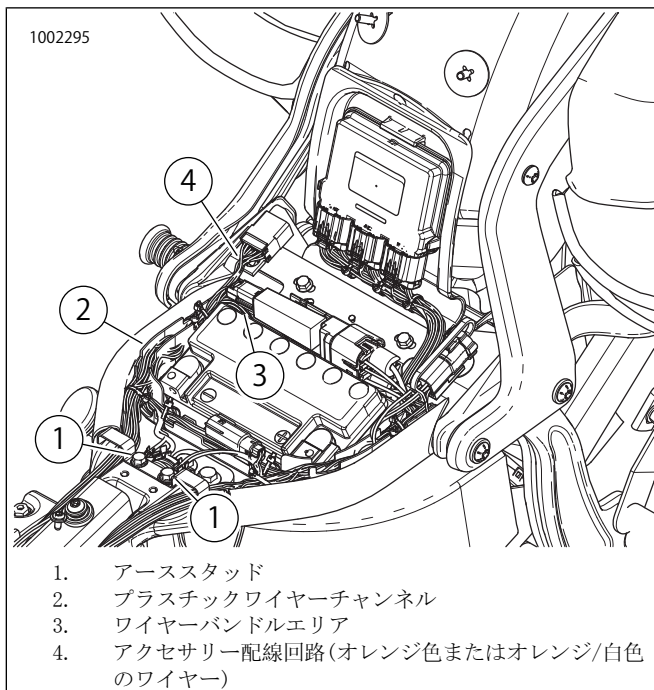

図4. 電気接続の位置
4. 図4を参照してください。シート下にあるアーススタッド(1)にリングターミナルを接続します。